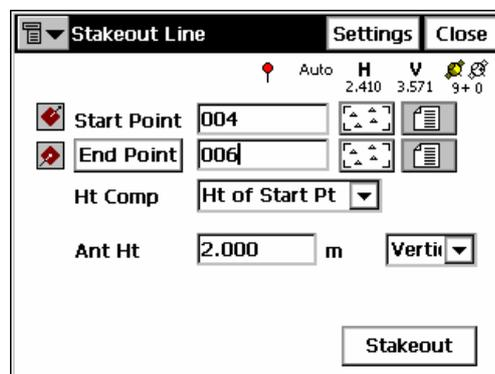

Рисунок 7-14. Разбивка профиля
- В окне **Stakeout Line (Разбивка линии)** (рис. 7-14) задайте базисную линию, указав начальный пикет и либо конечный пикет, либо азимут. Если Вы указали конечный пикет, выберите, должны ли все пикеты профиля иметь одинаковую высоту (равную высоте начального пикета) или их высоты должны быть вычислены с помощью линейной интерполяции (в предположении того, что профиль представляет собой наклонную прямую, соединяющую начальный и конечный пикет). Кроме того, задайте параметры антенны (при работе с GPS+ приемником) или высоту отражателя (при работе с тахеометром). Нажмите кнопку **Stakeout (Найти)**.